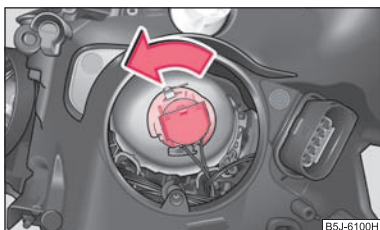

Abb. 166 Ausbau der Glühlampe für Abblendlicht
- Den Stecker mit der Glühlampe bis zum Anschlag nach links drehen ⇒ Abb. 166 und herausnehmen.